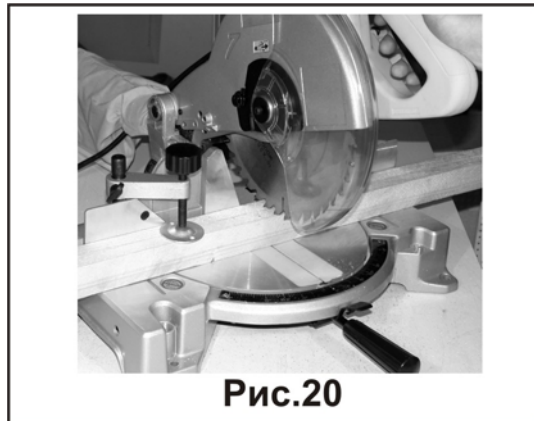

Рис.20
Крепко затяните ручку фиксации поворотного стола (11), Рис.1, в положении требуемого косого угла. Расположите на поворотном столе заготовку в выбранном для пиления положении. Надавите плоской поверхностью заготовки на упор и поворотное основание и крепко закрепите ее затягиванием вертикального зажимного винта струбцины, (Рис. 20 и 21).